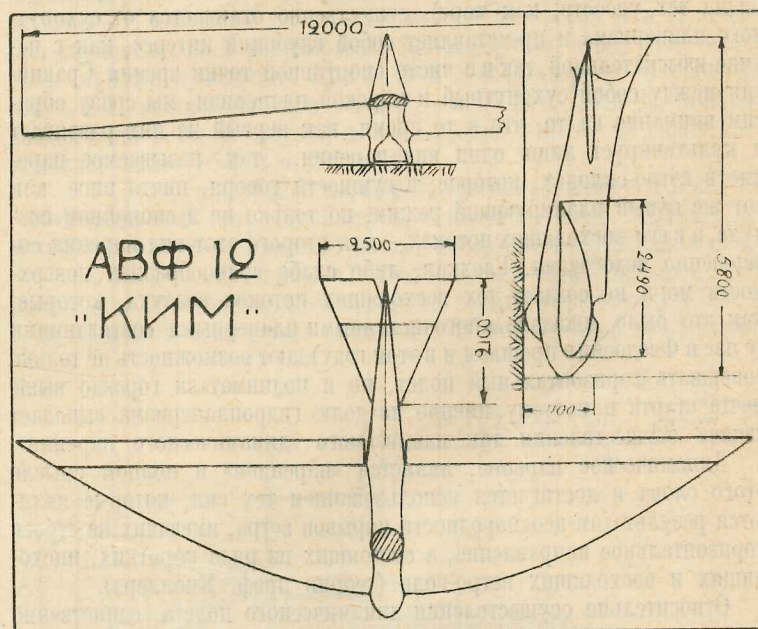

Рис. 7. Схема планера АВФ-12.
АВФ - 12 «Ким». Построен тов. Черновым при Центральном Коммунистическом Клубе Хамовнического района. Планер представляет собой свободнелетущий моноплан с крылом параболического очертания в плане (не смешивать с бесхвостым планером «Парабола-Бич» того же конструктора, описанным в № 11 (13) «Самолета»). Элероны занимают всю заднюю кромку крыла; последнее прикреплено к удобоукрепленному фюзеляжу низко над землей. Планер построен, главным образом, из сосны (рис. 7).